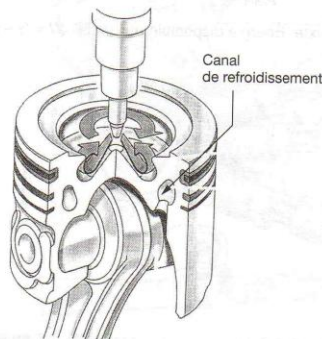
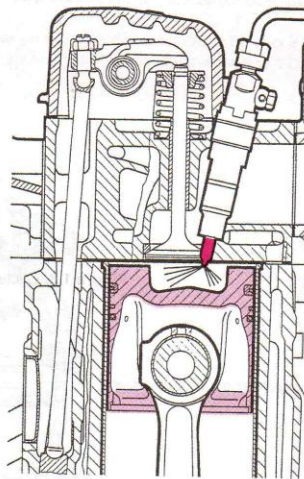
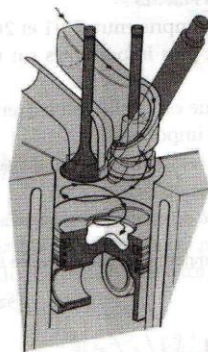

Figure 2.2. Piston à double turbulence Ivéco (moteur Cursor)
Figure 2.3. Injection directe (Doc. MAN)
Figure 3.1. Amorçage du mouvement tourbillonnant de l'air (swirl)
- par mouvement tourbillonnant de l'air (swirl) (fig. 2.2, 2.3, 3.1 à 3.4). C'est le procédé le plus utilisé sur tous les moteurs modernes, le mouvement tourbillonnant de l'air, qui doit atteindre 150 mètres/seconde (soit plus de 500 km/h), est amorcé par la forme, la longueur, le positionnement du conduit d'admission (fig. 3.1 à 3.3), le nombre de soupapes d'admission. La chambre de combustion dans le piston est plus réduite (fig. 2.3, 3.3 et 3.4), et comporte une forme variable selon le constructeur. C'est un procédé en perpétuelle évolution en fonction de la normalisation antipollution afin d'améliorer sans cesse l'homogénéité du mélange air-carburant.